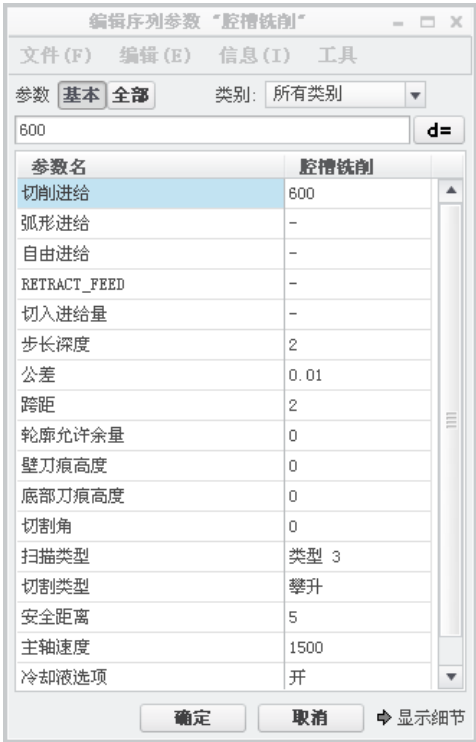

图 19.4.18 编辑序列参数“腔槽铣削”对话框
Step4. 在系统弹出编辑序列参数“腔槽铣削”对话框中设置 **基本** 加工参数，结果如图 19.4.18 所示。选择下拉菜单 **文件(F)** 菜单中的 **另存为...** 命令。将文件命名为 milprm02，单击“保存副本”对话框中的 **确定** 按钮，然后再次单击编辑序列参数“腔槽铣削”对话框中的 **确定** 按钮，完成参数的设置。